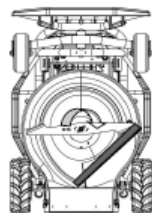

Figure 02
3. Utilisez un bloc de bois ou tout dispositif de positionnement approprié pour maintenir la lame en place, comme illustré dans la Figure 02.